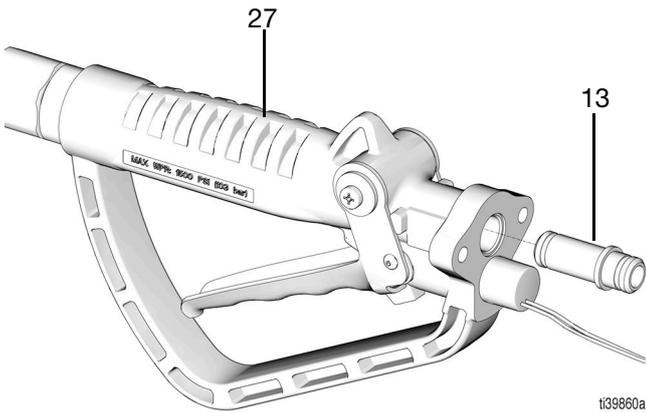

FIG. 50
13. Instale el tubo de conexión (13) en el alojamiento de la válvula (27), el extremo largo primero. El tubo de conexión (13) debe orientarse correctamente, de lo contrario, los alojamientos del medidor y la válvula no se podrán montar completamente (FIG. 50).